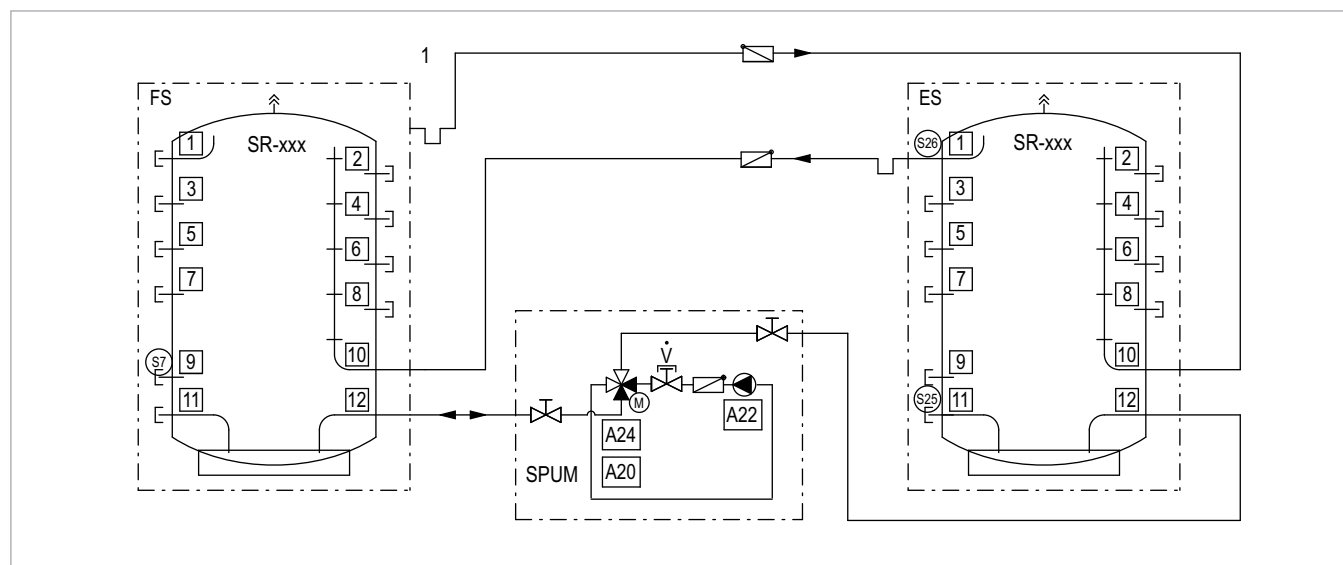

Fig. 22: Esquema del set de descarga de acumulador
El set de descarga de acumulador SV-3 sirve para integrar un acumulador intermedio de estratificación SolvisStrato como acumulador de ampliación (ES) en un SolvisStrato existente como acumulador principal (FS) en el sistema SolvisVital 3. Con ayuda de una válvula de conmutación de cuatro vías a motor se puede cargar del acumulador principal al acumulador de ampliación o viceversa. Durante el montaje del sistema se debe tener en cuenta la posición y la dirección de montaje del bloqueador de reflujo RV (frenos de gravedad con carga por resorte), véase → fig. 22.
1. Conecte la bomba (6) con el freno de gravedad de 20 mbar (5), grifos esféricos (4), válvula de compensación (3) y válvula mezcladora de 4 vías (1) como se muestra en la figura. Establezca una conexión tubular (cliente) entre la válvula de compensación y la válvula mezcladora de 4 vías (2).
2. Entube la válvula mezcladora de 4 vías y los frenos de gravedad (7) con los acumuladores tal y como se muestra en el esquema de la instalación (véase → fig. 22).
1. Aplique pasta conductora de calor al sensor e introdúzcalo en la vaina (véase → fig. 22).